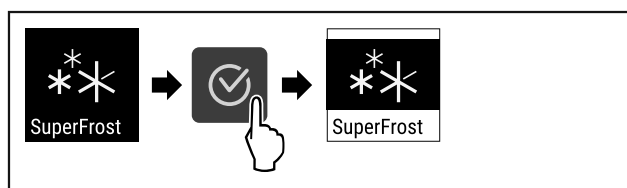

Fig. 92
- Eseguire i passi (vedere Fig. 92).